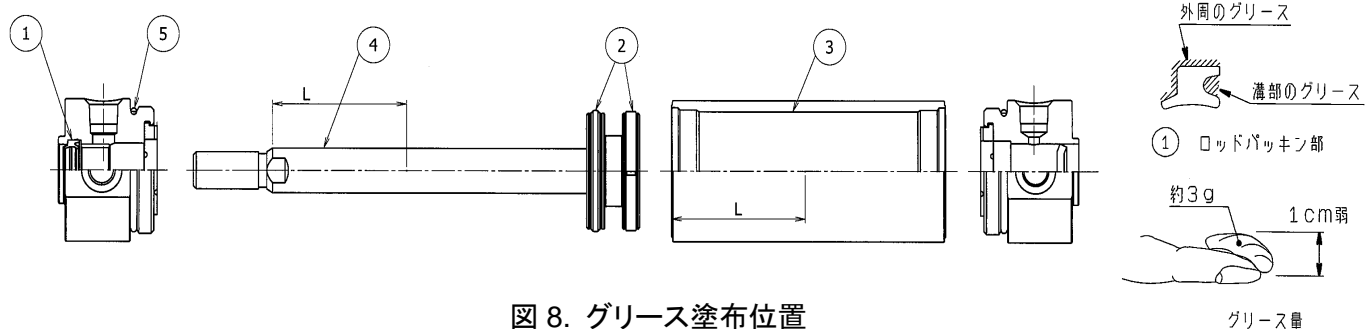

図 8. グリース塗布位置
シリンダの各部品には図 8 の各部分にグリースを塗布しますが、100 ストロークのシリンダ 1 本に付表 7 の量が必要です。目安としては人差指ですくった程度が約 3(g)です。
1) ロッドパッキン(図 8, ① )
2) ピストンパッキン ( 図 8, ② )
3) チューブガスケット ( 図 8, ④ )